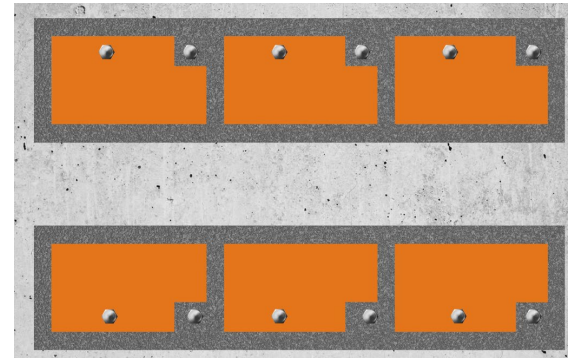

图1 - 浇注方案图示例
- 确保为机器制定有浇注方案图, 其中在模框内示出垫块和螺栓的位置。浇注方案图示例如图 1 所示。